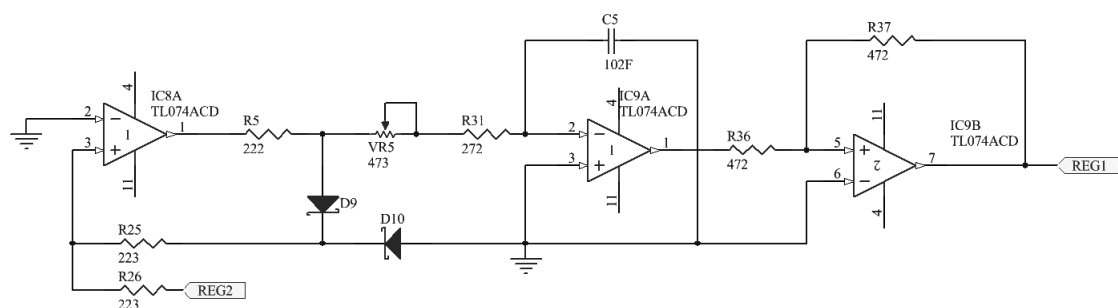

图 5-26 绘制完的原理图 1
1) 选择菜单命令“文件”→“New”（新建）→“原理图”，然后单击右键选择“保存为”菜单命令将新建的原理图文件另存为“Square Wave Oscillation. SchDoc”。完成后的原理图如图 5-26 所示。